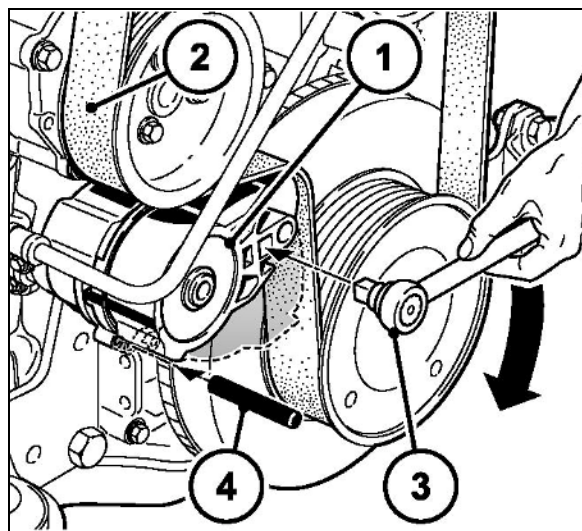

Bild 150
1. Tryck spännrullen (Bild 150/1) med hylsnyckel (Bild 150/3) i pilriktningen tills ett hållstiftet Ø6mm (Bild 150/4) kan fixeras i monteringshålet.
Kilremmen (Bild 150 (2)) är nu spänningsfri.
2. Kilremmen (Bild 150/2) tas av först från den minsta rullen resp. från spännrullen.
4. Lägga på ny kilrem (Bild 150/2).
6. Spänn åter kilremmen med spännrullen och hylsnyckeln (Bild 150/3). Kontrollera att kilremmen ligger korrekt i styrningen.